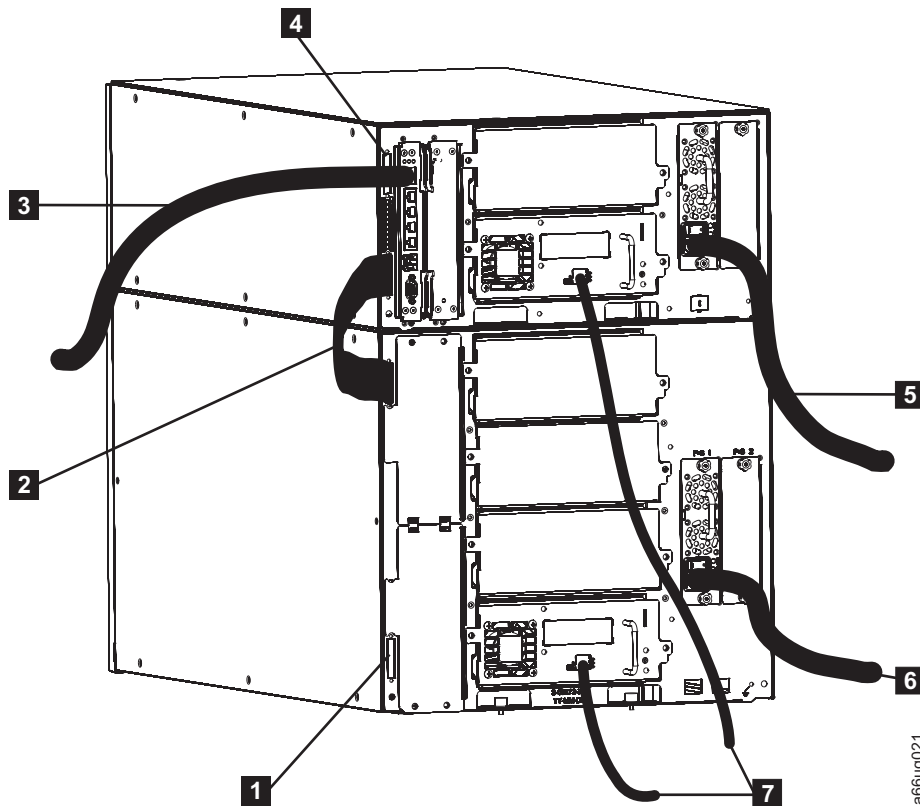

Abbildung 3-17. 14U-Kassettenarchiv mit mehreren Fibre-Channel-Laufwerken verkabeln
- Installieren Sie einen Modul-DFV-Abschluss-Stecker in die obere Anschlussbuchse des oberen Moduls im Kassettenarchiv (**4** in Abb. 3-17).
- Schließen Sie ein Ende des Übertragungskabels zwischen Modulen (**2** in Abb. 3-17) an die untere Anschlussbuchse des oberen Moduls im Kassetten-
3. Installieren Sie einen Modul-DFV-Abschluss-Stecker in die untere Anschlussbuchse des unteren Moduls im Kassettenarchiv (**1** in Abb. 3-17 auf Seite 3-21).
4. Schließen Sie ein Ende des vom Kunden gestellten Ethernet-Kabels (**3** in Abb. 3-17 auf Seite 3-21) an den Ethernet-Port des Kassettenarchiv-Steuer-Blades an. Schließen Sie dann das andere Ende des Kabels an das Netz an.
5. Schließen Sie ein Ende des Fibre-Channel-Laufwerk-Kabels (**7** in Abb. 3-17 auf Seite 3-21) an ein Fibre-Channel-Laufwerk im Kassettenarchiv an. Schließen Sie dann das andere Ende des Kabels an das Netz an. Wiederholen Sie diesen Vorgang für alle Fibre-Channel-Laufwerke im Kassettenarchiv.
6. Schließen Sie ein Ende des Netzkabels (**5** und **6** in Abb. 3-17 auf Seite 3-21) an die Anschlussbuchse eines Netzteils im Kassettenarchiv an. Schließen Sie dann das andere Ende des Kabels an den Versorgungsstromkreis an. Wiederholen Sie diesen Vorgang für alle Netzteile im Kassettenarchiv.
- Schließen Sie ein Ende des Fibre-Channel-Laufwerk-Kabels (**7** in Abb. 3-17 auf Seite 3-21) an ein Fibre-Channel-Laufwerk im Kassettenarchiv an. Schlie-